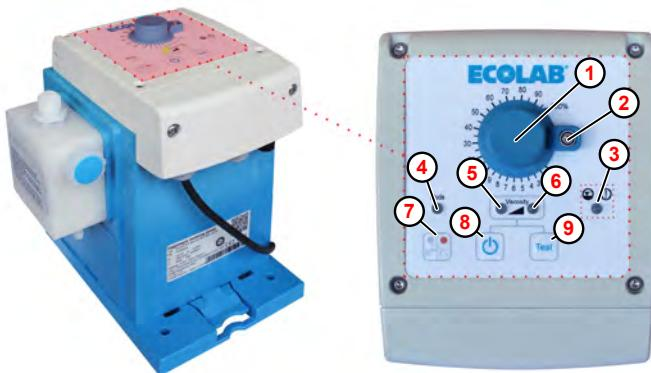

Abb. 15: Ein/Aus- Taste der „EcoUp“
1. ➔ Die Pumpe wird über den Ein/Aus- Taster ( Abb. 15 , ⑧ ) ein-, bzw. ausgeschaltet.
Je nach gewähltem Dosiermodus leuchtet oder blinkt entweder die linke LED ( Abb. 15 , ⑤ , Viscosity low) oder die rechte LED ( Abb. 15 , ⑥ , Viscosity high).
1. ➤ Beim ersten Einschalten ist die Pumpe auf Betriebsart manuell eingestellt, die LED Betriebsart ( Abb. 15 ,  ) ist aus. Die Pumpe läuft nach dem Einschalten sofort los, die LED Betriebsstatus / Dosiermodus  bzw.  leuchtet grün.